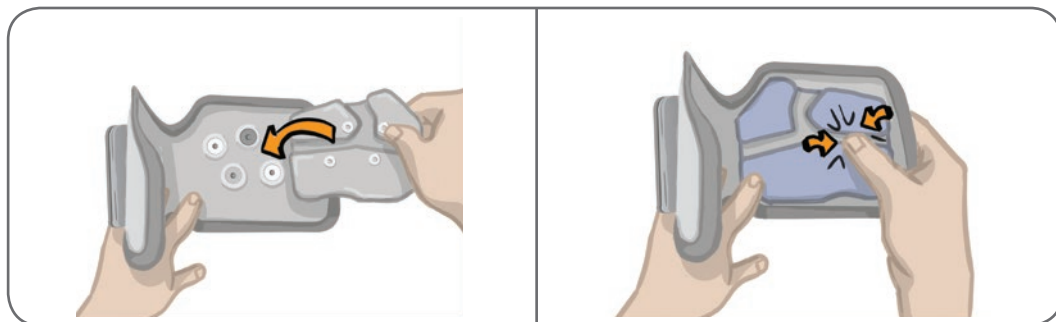

Ilustración 6-8: Alineación y sujeción del Electrodo Steering
5. Alinee los broches del Electrodo Steering con los orificios de enganche de la banda de EF de la parte inferior de la pierna. Consulte la ilustración 6-8.
6. Apriete con firmeza para encajar el Electrodo Steering en la banda de EF de la parte inferior de la pierna. Asegúrese de presionar los cuatro broches. Consulte la ilustración 6-8.